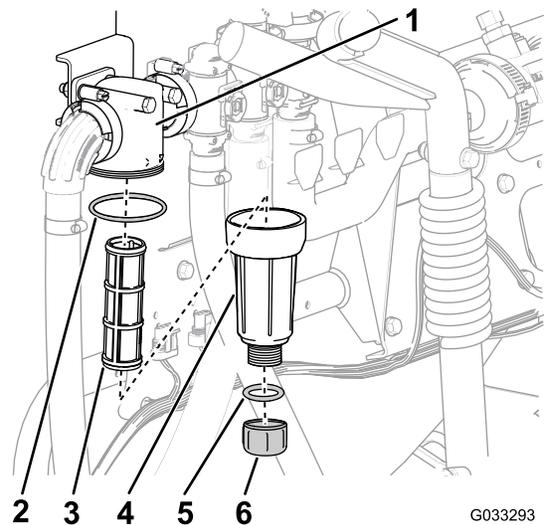

図 60
2. 圧力フィルタの下に受け容器をおく **図 60**。
3. 圧力フィッティングのドレンプラグを左に回して外す 図 60。
4. ボウルを左に回してフィルタヘッドから外す 図 60。
5. 古い圧力フィルタエレメントを外す 図 60。
6. ドレンプラグの Oリングボウルの内側とボウルの Oリングフィルタヘッドの内側に傷や破損がないか点検する 図 60。
7. 新しい圧力フィルタエレメントをフィルタヘッドに取り付ける 図 60。
8. フィルタヘッドにボウルを取り付けて手締めする 図 60。
9. ボウルにプラグを取り付けて手締めする 図 60。